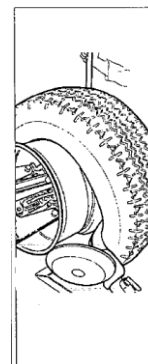

Рис. 22
I. Поверните монтажную головку на 180 град. и вставьте между ободом диска и бортом шины (см. рис. 22). Перемещайте его до тех пор, пока борт не покажется из-под закраины диска колеса (эту операцию лучше выполнять в процессе вращения колеса).